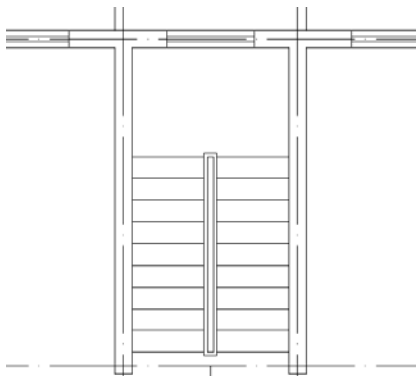

图 15.46 绘制楼梯井
(4) 执行延伸命令, 将外侧扶手线向两端各延伸 50, 执行直线命令, 连接两根内扶手线及两根外扶手线, 如图 15.46 所示。